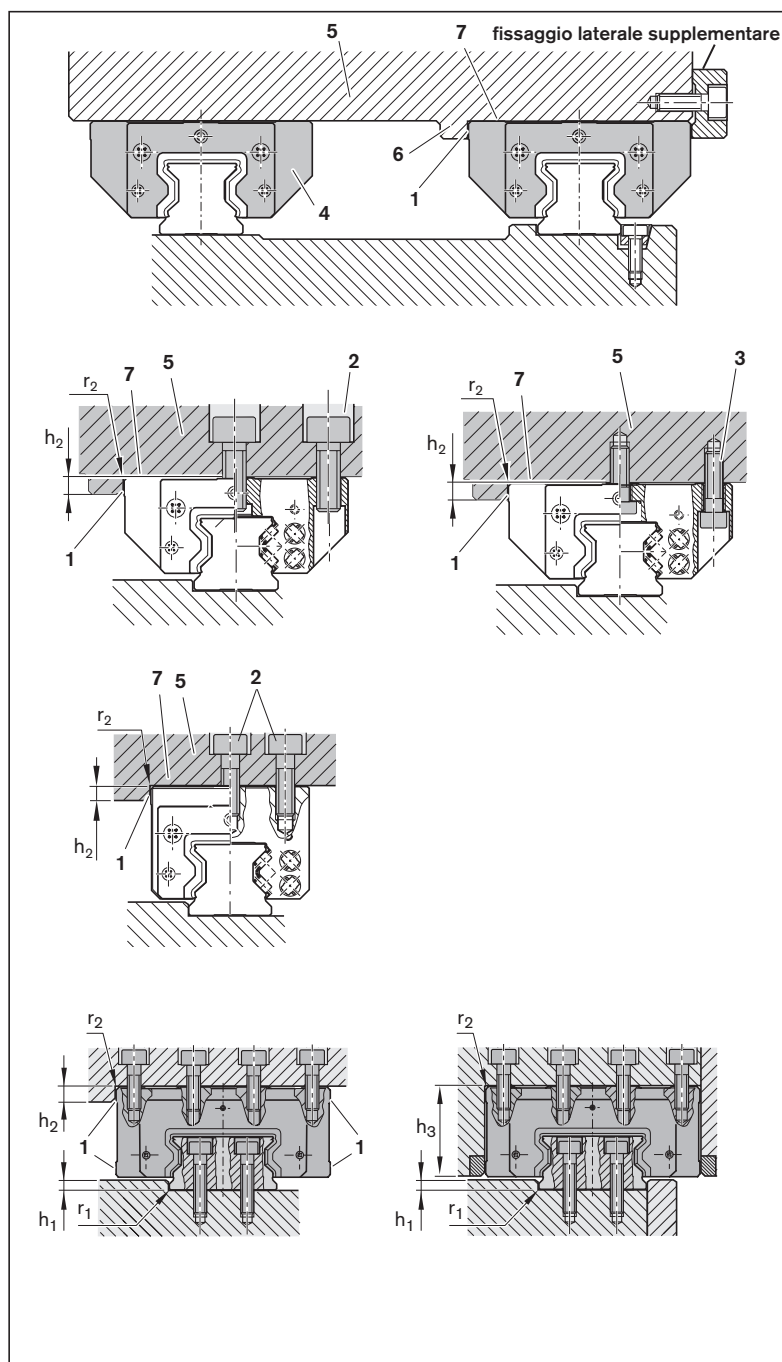

Fig. 55: Montaggio della struttura su pattini
1. Deposare la struttura (1) su un supporto antisdrucciolevole (2).
5. Eventualmente spingere il pattino contro la battuta di riferimento (3) e dotarlo di fissaggi laterali supplementari ➔ Fig. 55.